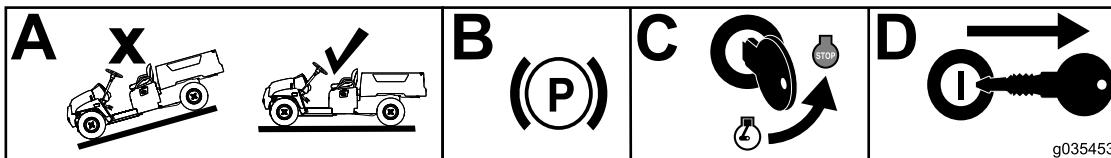

Bild 1
1. Stellen Sie die Maschine auf einer ebenen Fläche ab (Kasten A in Bild 1).
2. Aktivieren Sie die Feststellbremse (Kasten B in Bild 1).
3. Stellen Sie den Motor ab (Kasten C in Bild 1).
4. Ziehen Sie den Schlüssel vom Zündschloss ab (Kasten D in Bild 1).